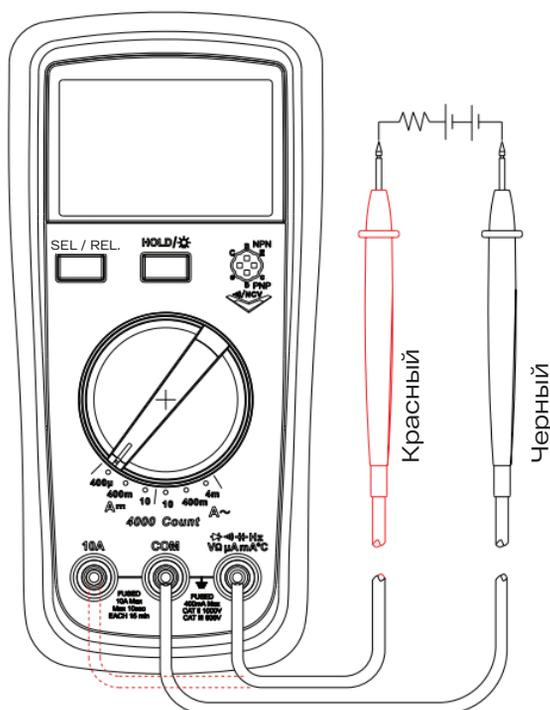

Рис. 5. Измерение постоянного (переменного) тока
7. Измерение постоянного тока (см. рис. 5).
8. Измерение переменного тока (см. рис. 5).